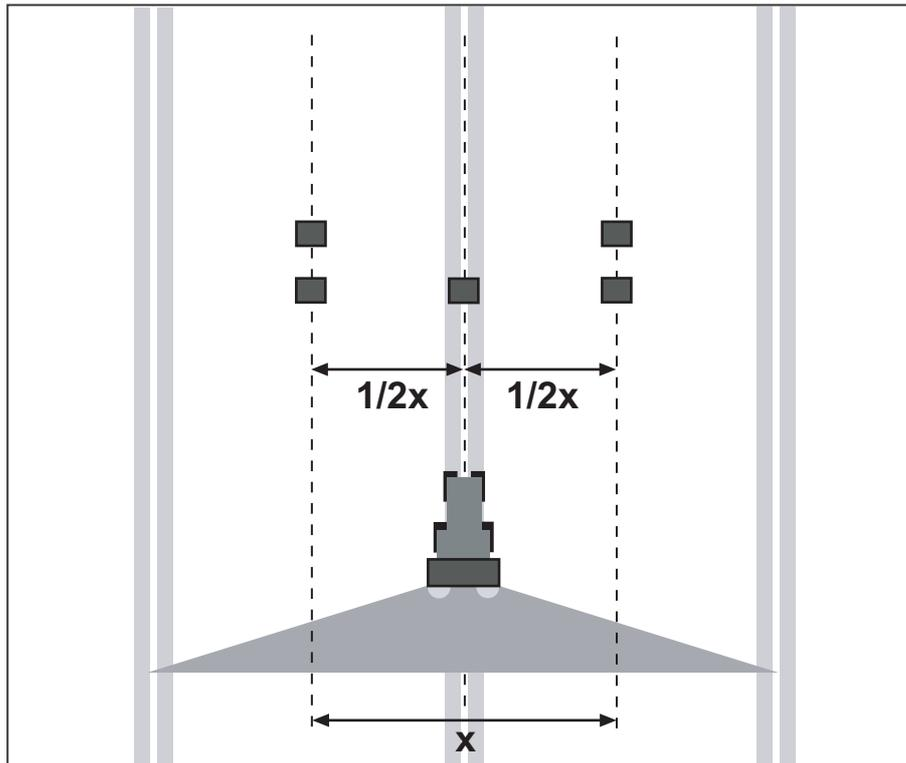

Bild 7.24: Aufstellung für eine Überfahrt
- Je zwei Auffangschalen im Abstand von **1 m** hintereinander in den Überlappungszonen (zwischen den Fahrgassen) und eine Auffangschale in der Fahrspur aufstellen (entsprechend Bild 7.24).